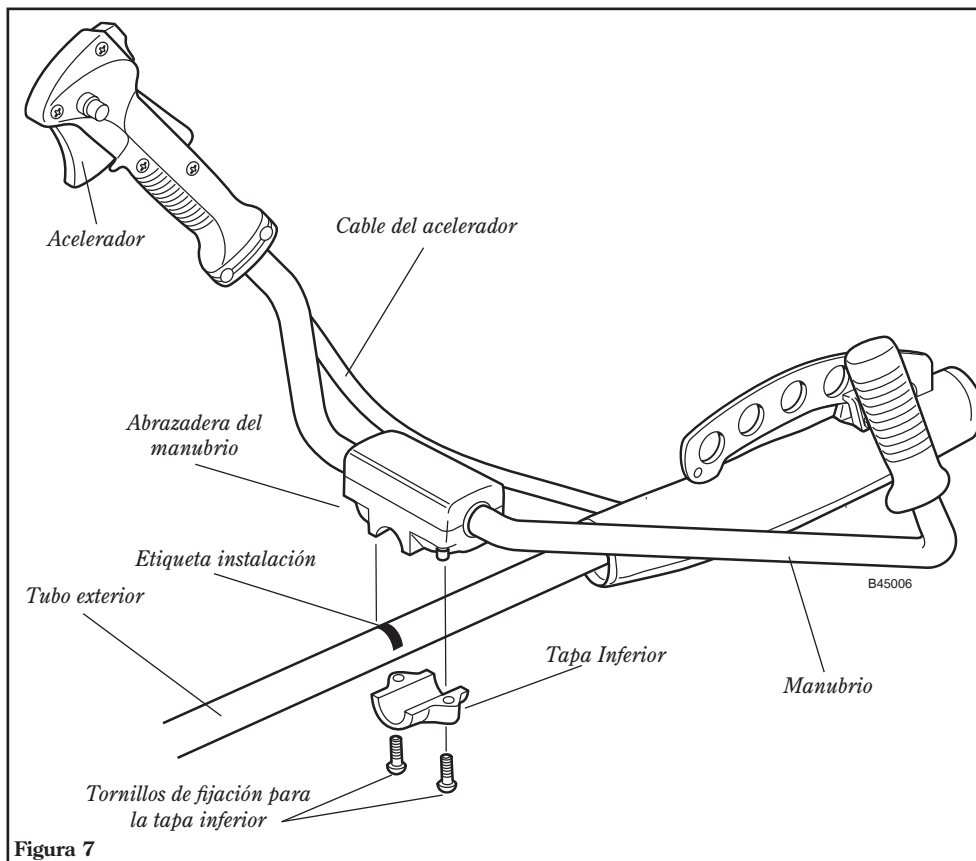

Figura 7
1. Retire los 2 tornillos de fijación, de 4mm, de la tapa inferior y retire la tapa inferior de la abrazadera. Consulte la figura 7.